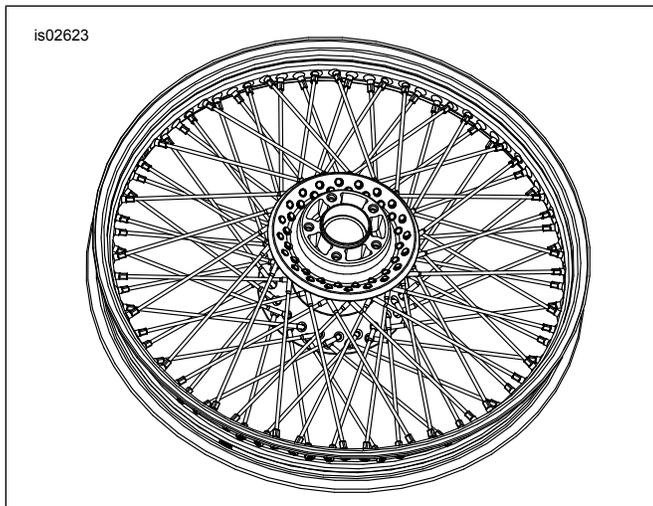

Figura 8. Installazione dei raggi interni restanti
10. Vedere Figura 8. Installare i raggi rimanenti della fila **interna**. Assemblare, senza serrare, i nipples del raggio.